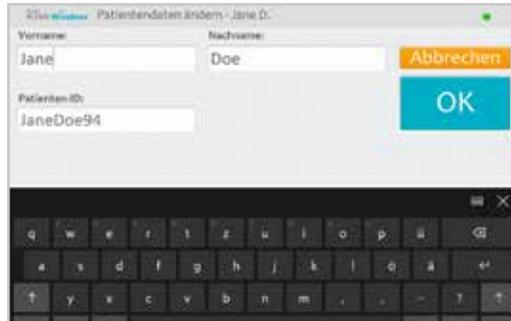

Abbildung 8-38: Fenster „Patientendaten ändern“
2. Daraufhin öffnet sich das Fenster „Patientendaten ändern“. Siehe Abbildung 8-38.